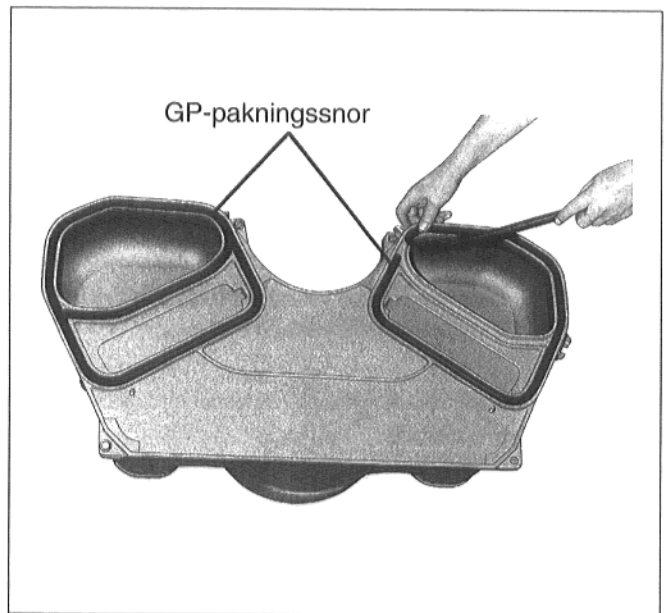

Fig. 21
- GP-pakningsnoren legges inn i pakningsnotene i røkgassamleren som vist på fig. 21.